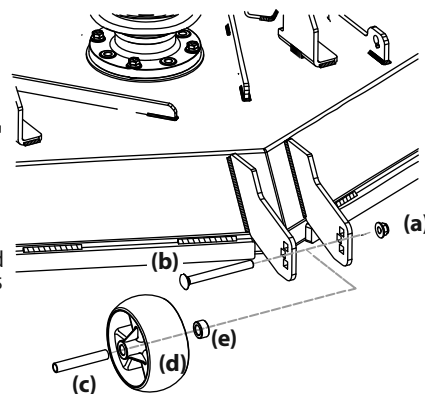

Figura 12
6. Retire la tuerca de seguridad (a) que fija una de las ruedas de calibración delanteras a la plataforma. Quite el tornillo con reborde (b), el separador tubular (c) y el espaciador con reborde (e) para quitar la rueda (d). Consulte la Figura 12.